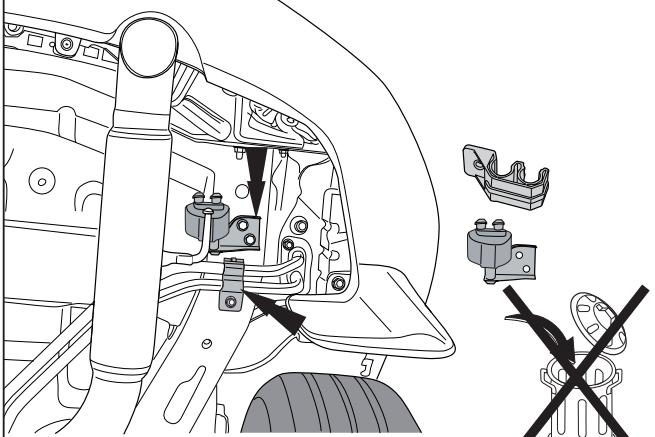

Fig.1
- Снять детали, указанные в рис. 1. Снять пластмассовый колпак с проводов.